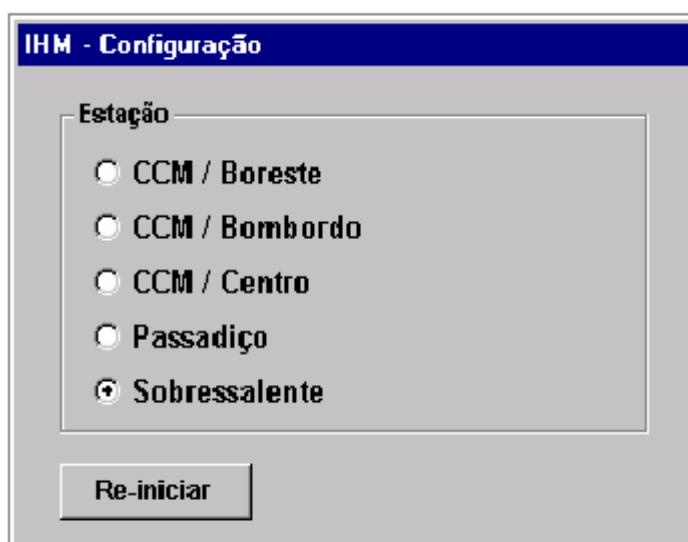

Figura 2.54. Janela para configuração das estações
Esta opção define a estação atual. Isso se faz escolhendo entre as classes de estações que se apresentam na **figura 2.54**. Sua utilização se dá de duas formas:
- Ao se inicializar uma estação pela primeira vez (por exemplo, no caso de ter sido substituída uma placa de CPU por uma sobressalente) a janela da **figura 2.54** aparece na inicialização, para que o usuário possa informar o sistema qual a classe a qual esta estação pertence;